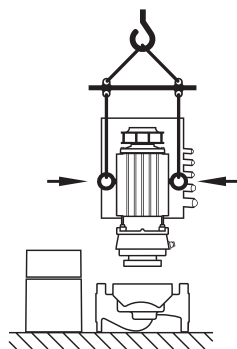

Fig. 9: Variklio transportavimas
- Jei reikia, pvz., remonto atveju, transportavimo ąsas nuo variklio flanšo galima perkelti ant variklio korpuso (žr., pvz., Fig. 9). Prieš montuojant transportavimo ąsas prie variklio korpuso, iš angų transportavimo ąsomis išsukti tarpiklius (Fig. 7, poz. 20b) (žr. skyrių 10.2.1 „Mechaninio sandariklio keitimas“ 48 p.).
- Jei transportavimo ąsos buvo perkeltos arba perkeltos nuo variklio flanšo ir sumontuotos ant variklio korpuso, jos skirtos tik įstatomojo moduliui (Fig. 9) nešimui arba transportavimui, bet ne viso siurblio transportavimui ir ne įstatomojo moduliui atskyrimui nuo siurblio korpuso.